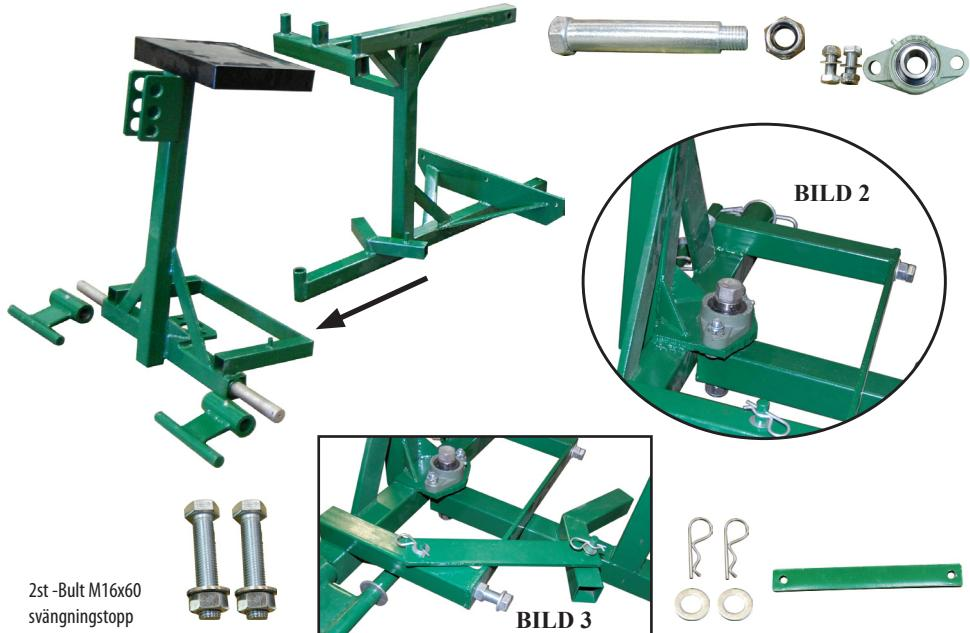

BILD 2
2.) Montera lagerhus (bild2) på trepunktsram lyft sedan ramen och montera svängramen. Montera transportsäkringen (bild3) mellan 3punkts fäste och ram. Glöm inte att smörja lager.